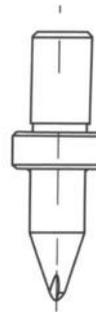

рис. 7e
6.4.2 Наконечник с желобком «Rem Flowdrill» (рис. 7e)